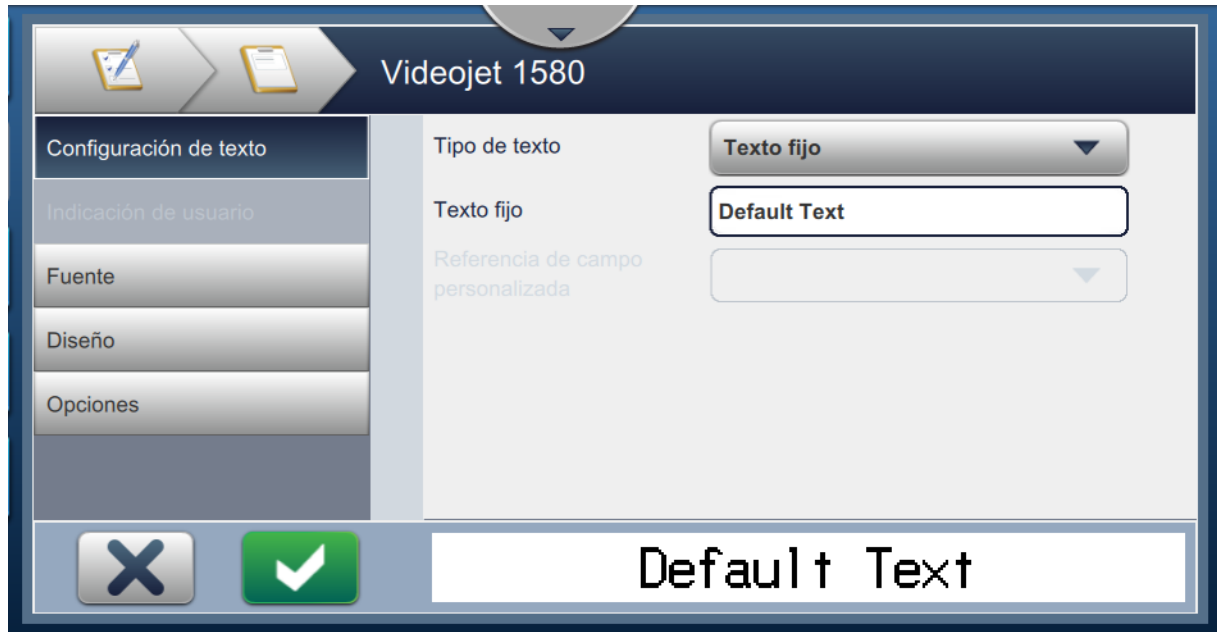

Figura 5-5. Pantalla Ajustes de campos
8. Cambie los parámetros según sea necesario en la pantalla de configuración para el campo seleccionado, como se muestra en la Figura 5-5. Pulse el botón  para guardar el formato requerido del campo.